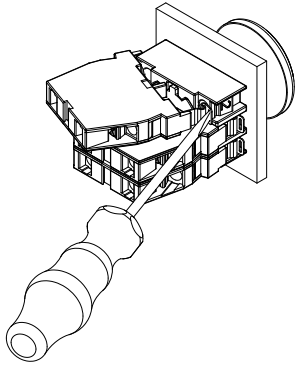

Fig. 8
1. A desmontagem dos elementos de contacto EF é realizada com a ajuda de uma chave de fendas do tamanho 2 (ver a fig. 8).